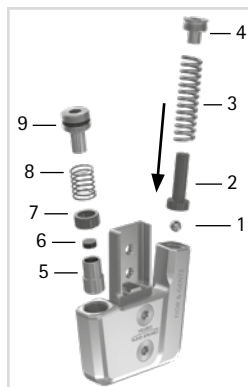

Fig. 19
- 1 Insérez la bille (1) dans le boulon (2 ; Fig. 19).
- 3 Insérez le ressort de pression (3) dans le canal du ressort.
- 4 Vissez fermement la vis de pression (4). Cela permet de fixer l'ensemble dans la plaque supérieure.
- 1 Assemblez l'amortisseur de butée/l'amortisseur à joint torique (6) et la douille de guidage (7) avec le piston (5 ; Fig. 19).
- 2 Placez le ressort de pression (8) dessus.
- 3 Insérez le piston (5), y compris les composants modulaires montés (6, 7, 8) dans le canal du ressort.